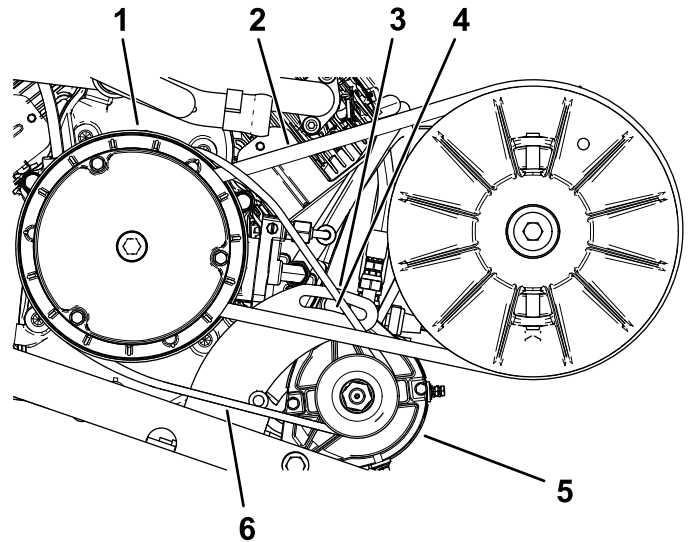

图 70
2. 拧松启动发电机的枢轴螺母 图 70。
4. 向下压撬棍将启动器向下转入槽中直至当施加 44N 的力量时皮带张紧力仅允许 6mm 的皮带下压 图 70。
5. 用手拧紧枢轴螺母并取下撬棍 图 70。